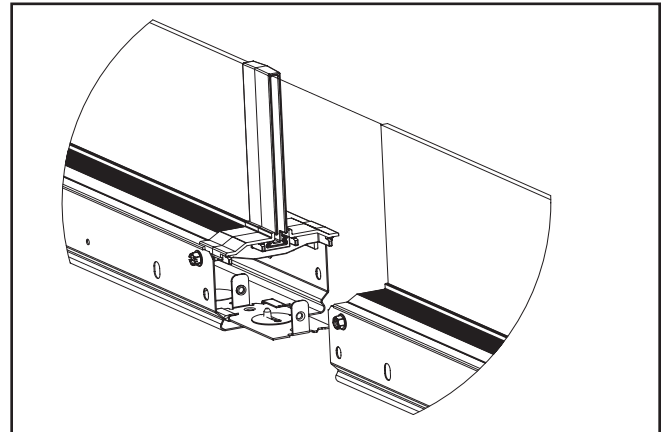

Figure 4.
6. Ensuite, installez le luminaire dans la partie allongée de l'aligneur de rangée après avoir retiré sa plaque d'extrémité (Figures 4 et 5).